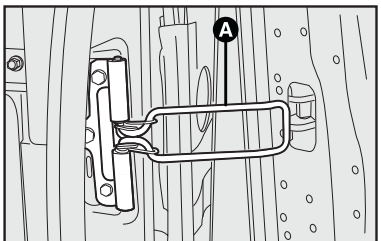

fig. 75
Para versões onde não é possível abertura a 270°, pode-se aumentar o ângulo de abertura da porta traseira, para facilitar a carga e descarga. Para se conseguir isso, soltar o limitador fechando um pouco a porta **A**-fig. 75; dessa forma, consegue-se abrir a porta em cerca de 180°.
- soltar o limitador para abertura em 90° **A**-fig. 75;